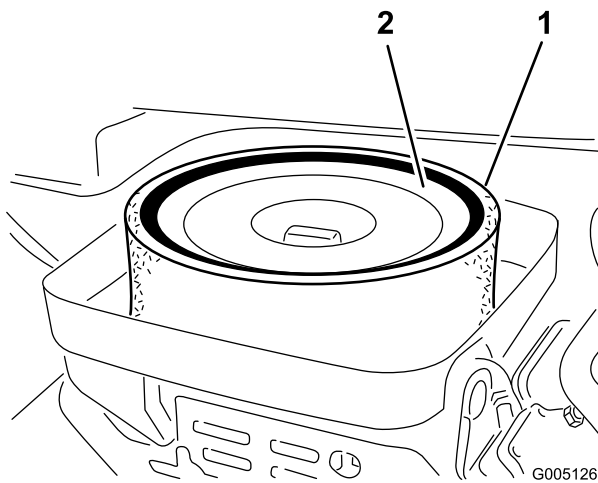

Bild 48
3. Nehmen Sie einen verschmutzten Schaumeinsatz vorsichtig vom Papiereinsatz ab (Bild 48). Reinigen Sie ihn gründlich wie folgt: